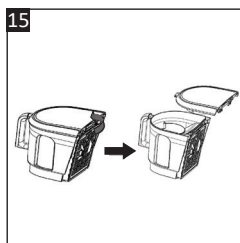

Fig. 15
2. Pe partea din spate a capacului colectorului de praf, apăsați butonul de eliberare a capacului situat în centru și trageți butonul în sus pentru a scoate capacul (**Fig. 15**).